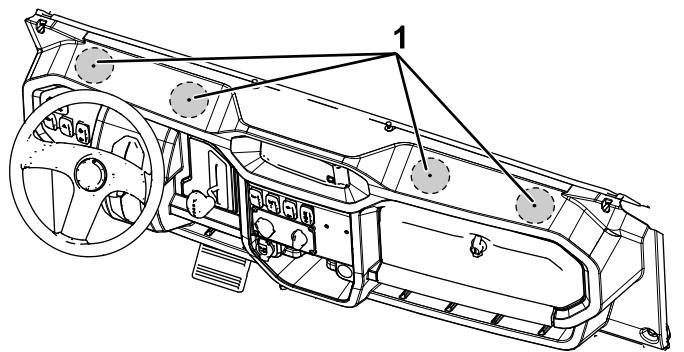

図 11
1. ダッシュボード上にあるパイロット穴用のくぼみ4つ図11を探し出し、それぞれの場所にドリルで穴直径76 mmを開ける。